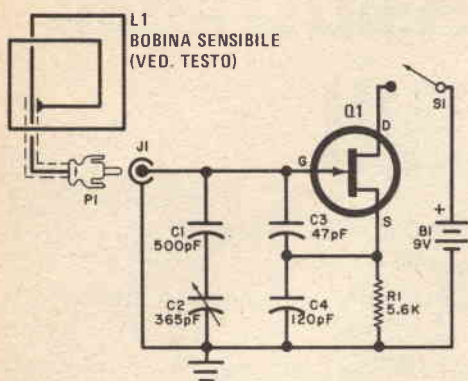

Fig. 1 - Schema dell'oscillatore sensibile che batte con un ricevitore OM.
**Come funziona** - Nella *fig. 1* è riportato lo schema dell'oscillatore sensibile. Si tratta essenzialmente di un oscillatore con transistor ad effetto di campo con base accordata. Il condensatore variabile C2 consente l'accordo del circuito sulle frequenze centrali della banda OM.
Nella *fig. 1* queste relazioni sono rappresentate in forma grafica.
*Fig. 1 - Relazioni tra livello di pressione sonora, potenza richiesta dall'amplificatore e variazioni del volume sonoro percepito. I valori sono dati rispetto ad un livello di riferimento di 25 W (0 dB).*